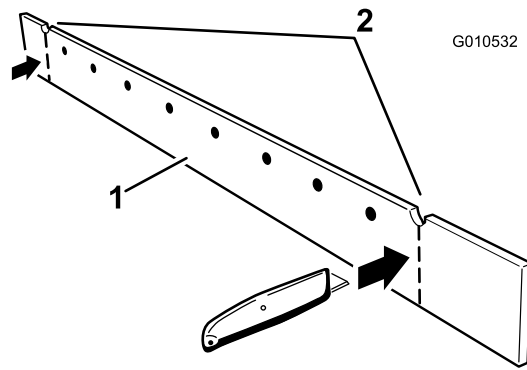

Figure 3
1. Coupez le racloir au niveau des encoches, comme montré à la Figure 3.